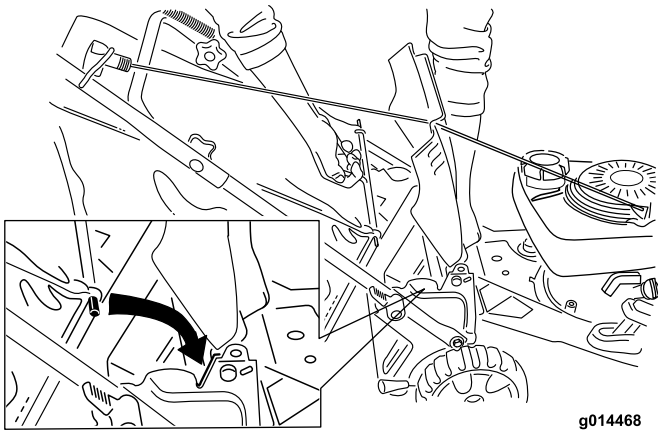

Figura 19
2. Levante y sujete la tapa trasera, instale la bolsa en las muescas y baje la tapa trasera (Figura 19).